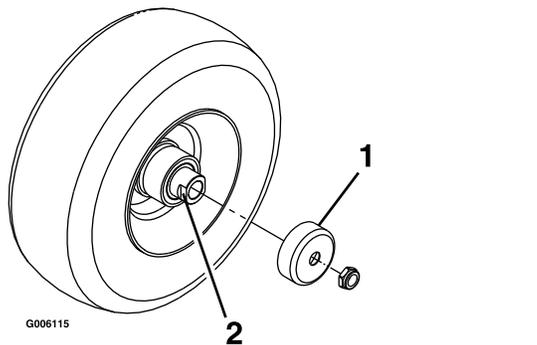

Figura 40
4. Togliete le protezioni di tenuta dal mozzo della ruota (Figura 40).